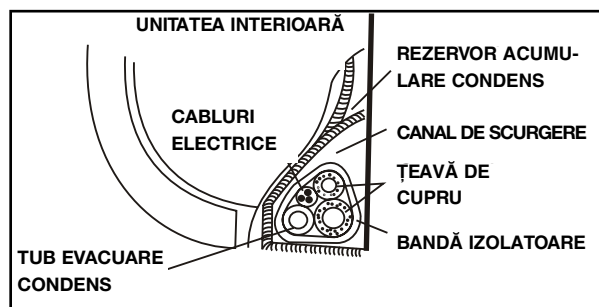

fig.8
5. Înfășurați cu bandă izolatoare țevile de cupru, cablurile electrice și tubul de evacuare a condensului, având grijă ca acesta din urmă să fie cât mai jos, pentru a ușura scurgerea apei. Condensul se adună în interiorul unității, când funcționează în modul răcire, într-un rezervor din care iese tubul de evacuare. Aveți grijă ca acest rezervor să fie gol și să nu conțină materiale reziduale (fig. 8)